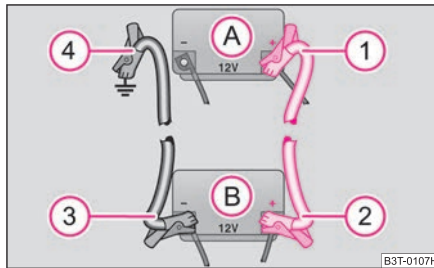

Abb. 207 Starthilfe mit der Batterie eines anderen Fahrzeugs: A - entladene Fahrzeugbatterie, B - stromgebende Batterie
- Befestigen Sie ein Ende **1** am Pluspol ⇒ Abb. 207 der entladenen Batterie **A**.